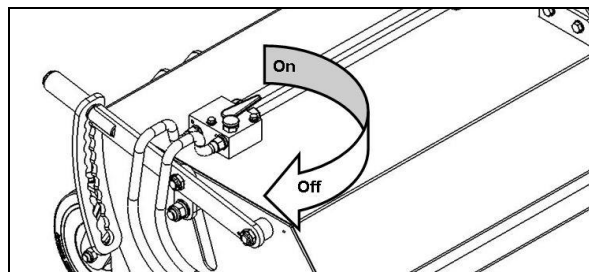

Fig. 4.6
- Absperrhahn, zum Hydraulikmotor des Seitenkehrbesens (Fig.4.6) sowie Hydraulikzylinder des